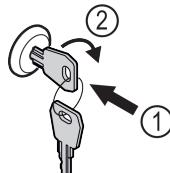

Fig. 161
- Zatlačte kľúč. Fig. 161 (1)
- Otočte kľúč o 90° v smere hodinových ručičiek. Fig. 161 (2)